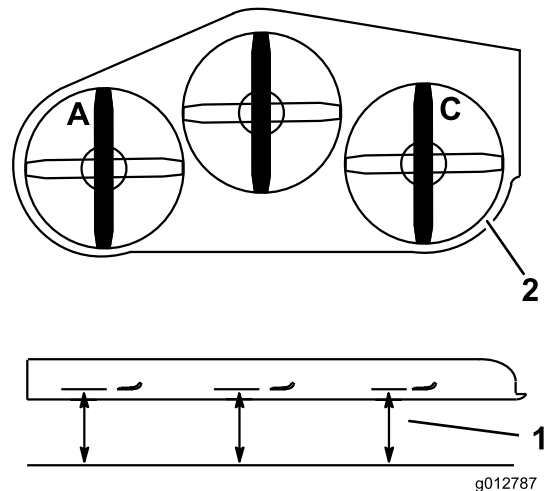

Figura 85
1. Coloque la cuchilla izquierda en posición longitudinal (Figura 85).
2. Mida la cuchilla izquierda en la posición **A** desde una superficie nivelada hasta el filo de corte de la punta de la cuchilla, y anote esta medida (Figura 85).
3. Coloque la cuchilla derecha en posición longitudinal (Figura 85).
4. Mida la cuchilla izquierda en la posición **C** desde una superficie nivelada hasta el filo de corte de la punta de la cuchilla, y anote esta medida (Figura 85).
2. Coloque la cuchilla izquierda en posición longitudinal (Figura 85).
3. Mida la cuchilla izquierda en la posición **A** desde una superficie nivelada hasta el filo de corte de la punta de la cuchilla, y anote esta medida (Figura 85).
4. Coloque la cuchilla derecha en posición longitudinal (Figura 85).
5. Mida la cuchilla izquierda en la posición **C** desde una superficie nivelada hasta el filo de corte de la punta de la cuchilla, y anote esta medida (Figura 85).